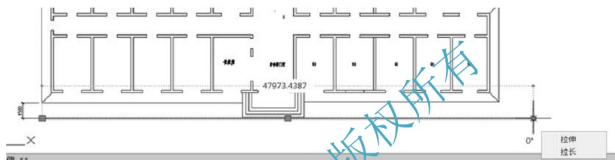

图 3.35 向右延长辅助线
(2) 加长辅助线:在命令行无命令的状态下选中辅助线,会出现 3 个蓝色的夹点。单击右侧的夹点,该夹点变红,打开【正交】功能(快捷键 F8),将光标水平向右拖动至图 3.35 所示的位置。